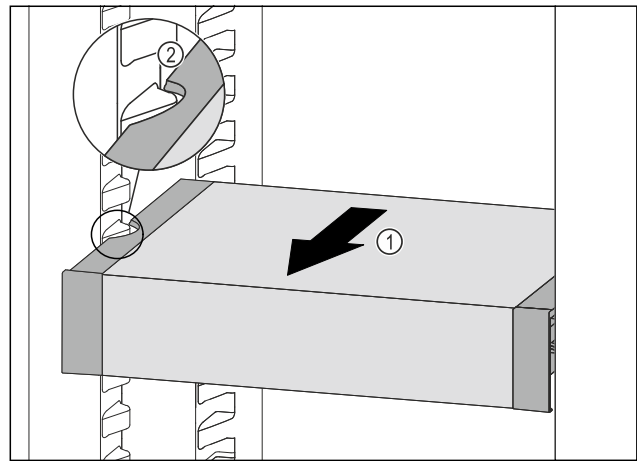

Fig. 134
- ▶ VarioSafe nach vorne ziehen Fig. 134 (1), bis sich die seitlichen Aussparungen des VarioSafes auf Höhe der Behälterrippe im Kühlteil befinden. Fig. 134 (2)